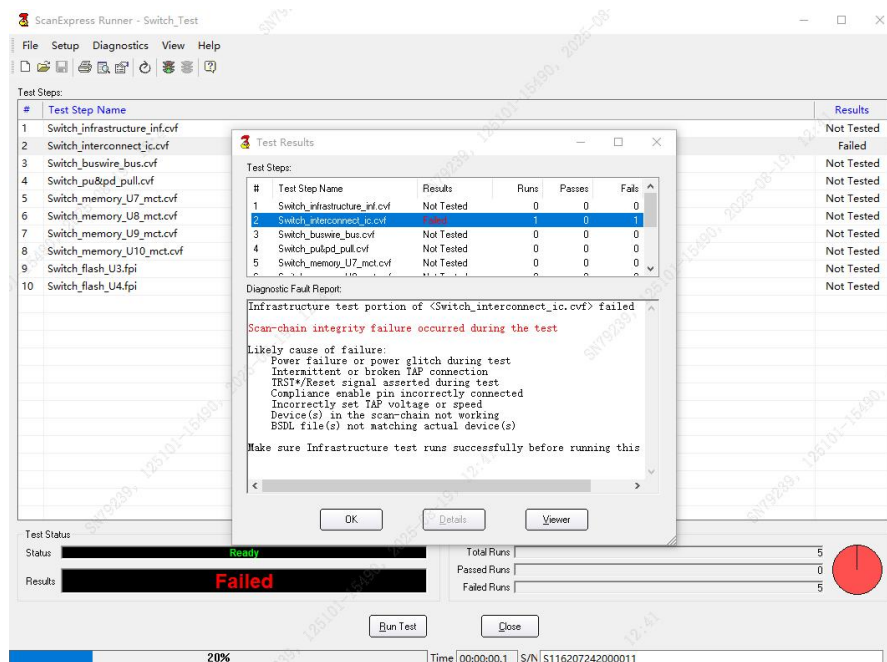

图 8
5、更换 U40 器件 FVT 测试边界扫描测试，故障现象转变为无法识别 U1 器件，见图 8。